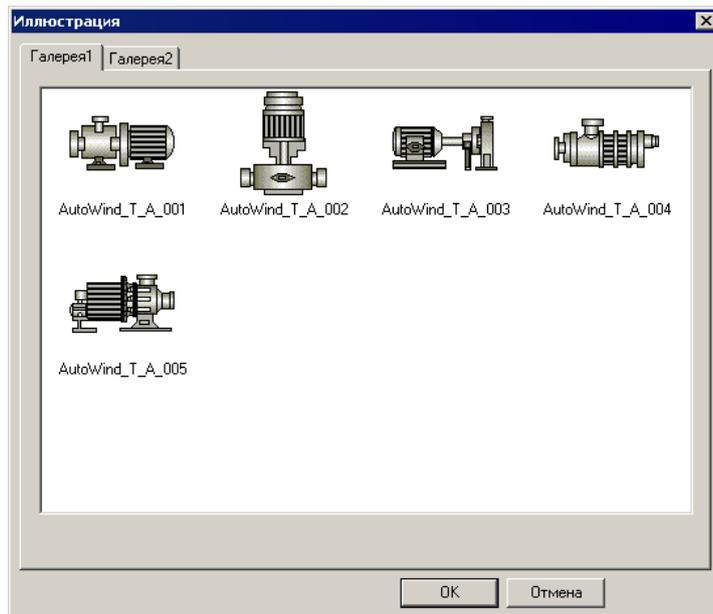

Рисунок 179
- 2) Нажать кнопку «Изменить». Откроется окно «Иллюстрация» (см. рис. 179).